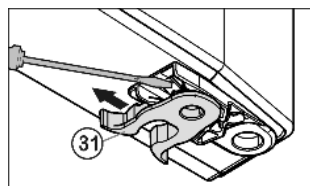

Fig. 7
- ▶ Federklemme Fig. 7 (31) umsetzen: Rastnase runterdrücken, Federklemme darüber hinweg abziehen.